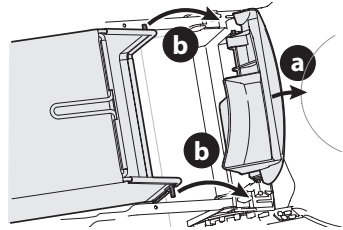

Figure 12
2. Suivez les étapes ci-dessous pour installer le sac à herbe sur la tondeuse (Figure 12).